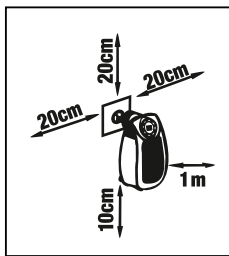

Fig. 2
- Distanțele minime în jurul aparatului de 20 cm în lateral, 20 cm deasupra, 10 cm dedesubt și 1 m în față trebuie respectate (a se vedea fig. 2).